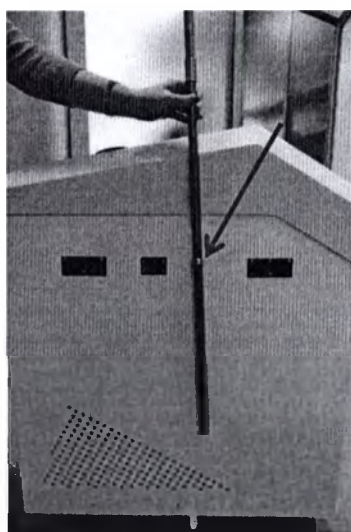

Рис. 3.2 – Подсоединение штатива к прибору
3.3.1.1 Просуньте штатив через держатель, который находится на корпусе прибора (рис. 3.2).